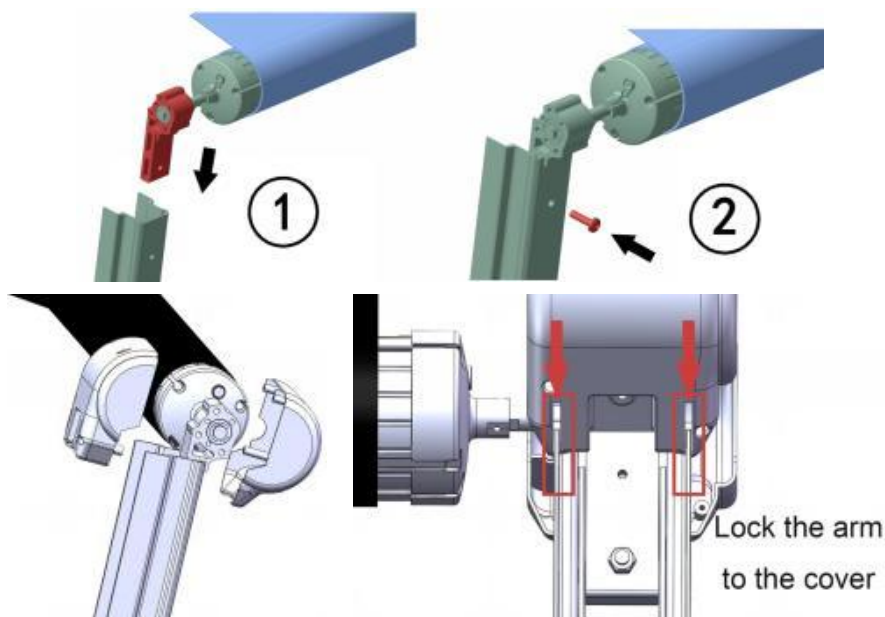

Figura D17
3.7.2 Retire la cubierta decorativa de la parte superior del brazo plegable del lado sin motor, inserte el soporte y el mecanismo de desplazamiento del lado sin motor en la parte superior del brazo plegable, fíjelo con tornillos (todos los tornillos están en las cubiertas) e instale la cubierta decorativa. (Figura D17)